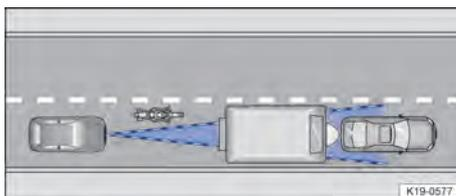

Fig. 121 Veículo estreito.
- Veículos que conduzem fora da área do sensor em pequena distância do próprio veículo, por exemplo, motocicletas → Fig. 121.